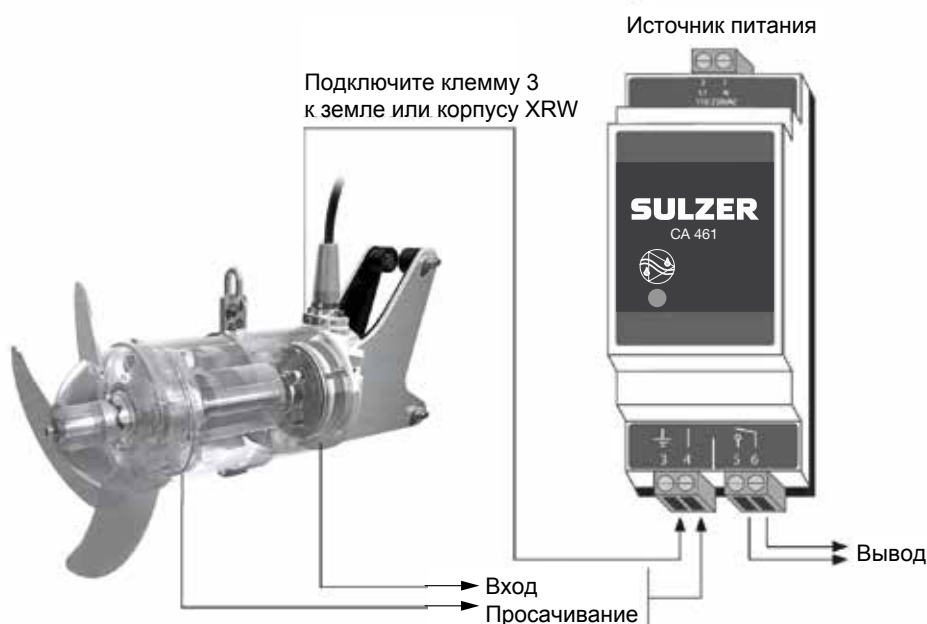

Рис. 26: Электронный усилитель со сводным сигнализатором
XRW 210, 300 и 900 в стандартной комплектации оборудуются Датчик утечки (DI) в смотровая камера, резервуаре для масла, и соединительная камера (двигатель и соединительная камера только во взрывозащищенном исполнении, 50 Гц). Датчик утечки (DI) выполняет функцию мониторинга уплотнения и сигнализирует о проникновении влаги посредством специального электронного устройства. Для того, чтобы интегрировать э Датчик утечки (DI) в панель управления, необходимо смонтировать модуль Sulzer DI и подключить его в соответствии со схемами электрических соединений (см. рис.26).